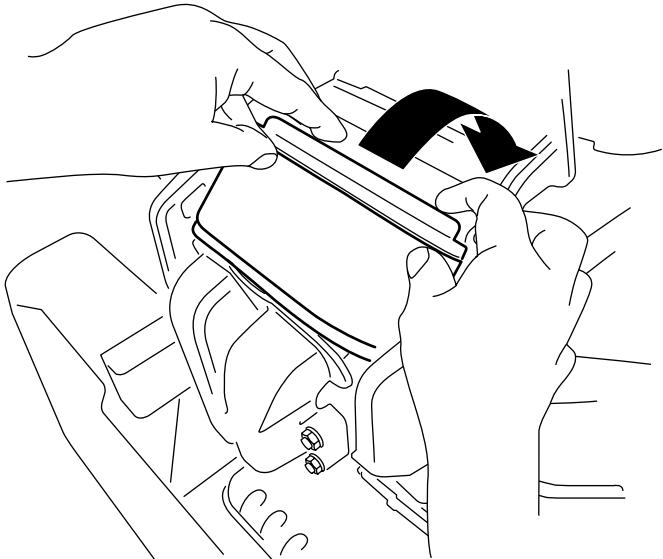

図 42
3. フィルタを下にねじ込むようにしてマニホールドに密着するように取り付ける**図 42**。